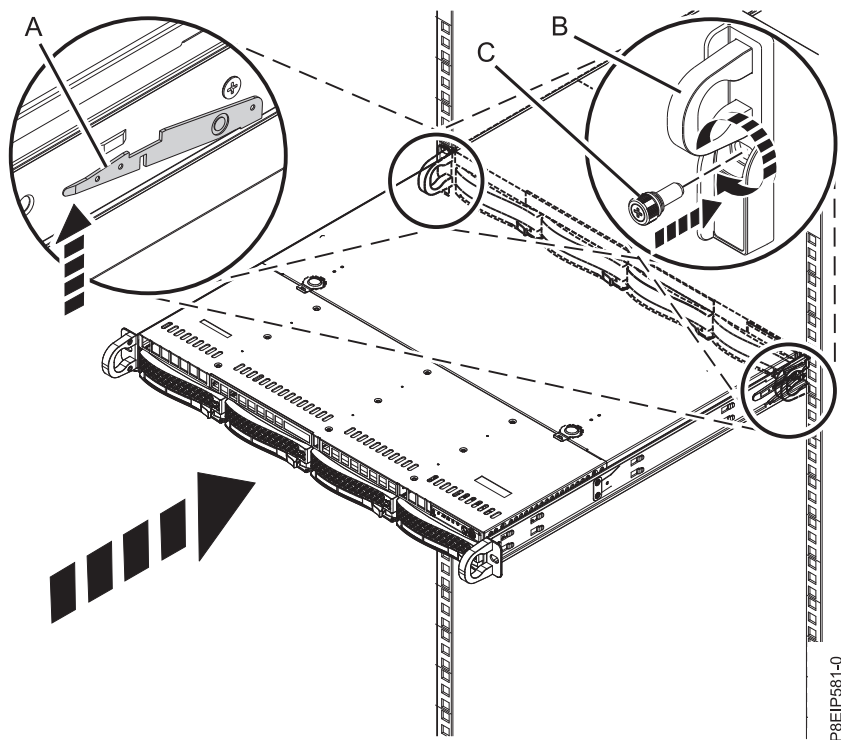

図 60. システムの操作位置への設置
4. レール安全ラッチ **(A)** を上方に持ち上げて解放し (101 ページの図 60 を参照)、システムをラックに完全に押し込みます。